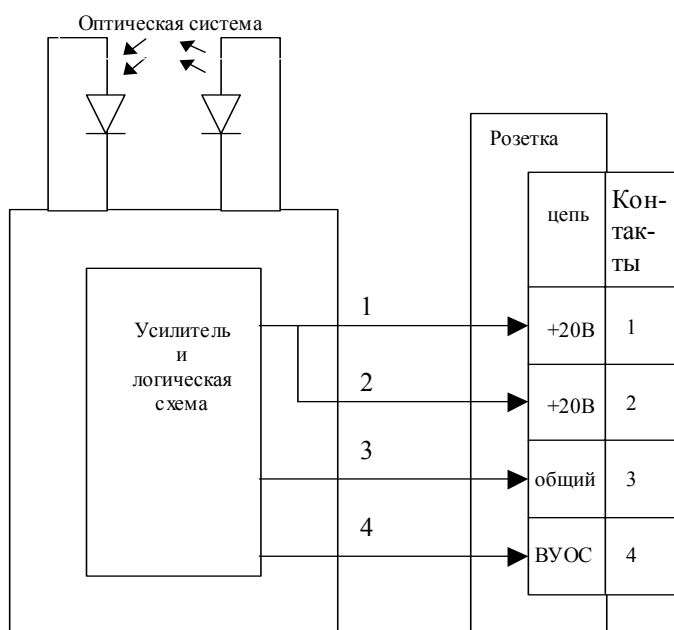

Рис. 6.1
6.3.2. Структурная схема извещателя приведена на рис. 6.1. Светодиод оптической системы вырабатывает световые импульсы, причем при отсутствии дыма на фотоприемник попадает незначительное количество световой энергии и усиленный сигнал фотоприемника оказывается значительно ниже порогового значения, и схема вырабатывает сигнал низкого уровня, поддерживающий выходной ключ в закрытом состоянии.